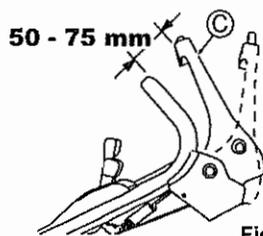

Fig. 26.
Réglez de telle façon que la lame commence à tourner lorsque la distance entre le Levier de la lame (C) et la poignée est de 50 - 75 mm, avec le bouton jaune enfoncé ainsi qu'illustré dans la Fig. 26.